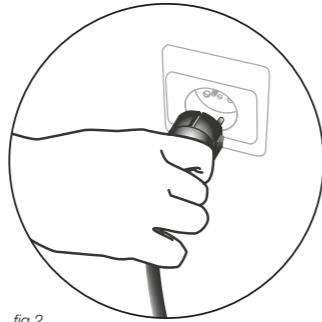

fig.2
- Branchez la fiche dans la prise de courant. *fig.2*